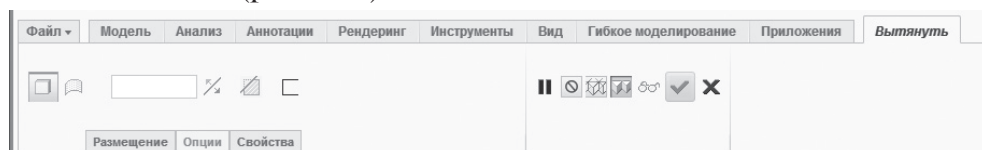

Рис. 4.91. Диалоговое окно операции **Вытянуть**
**вытягивание** (📐) (рис. 4.91).